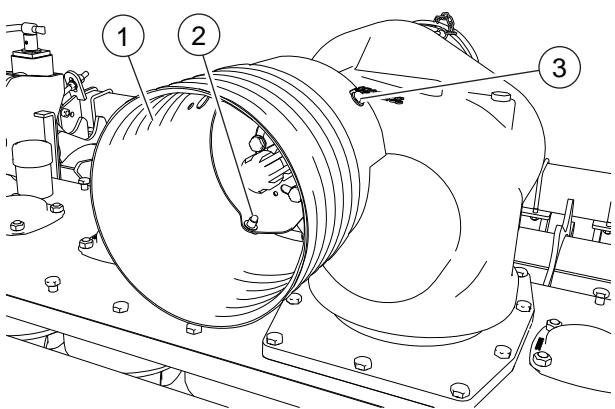

FIG. 14
- Die Schutzvorrichtung einstellen (1, "Fig. 14"). Die Schrauben festsetzen (2). Den Schraubbolzen endrehen (3).